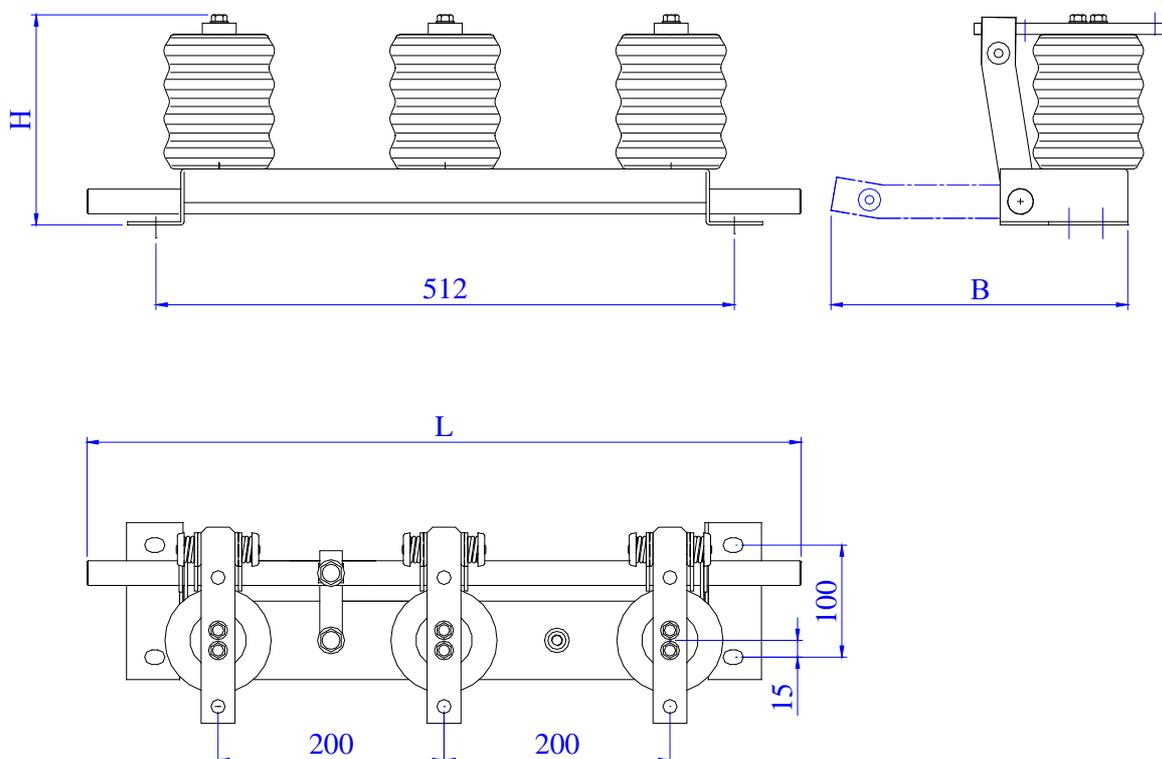

Рис. 3. Заземлитель типа ЗР.
3.2. Заземлитель типа ЗР (рис. 3) предназначен для заземления токоведущего контура при условии отсутствия напряжения и обеспечивает безопасное производство работ на отключенном участке электрической цепи.